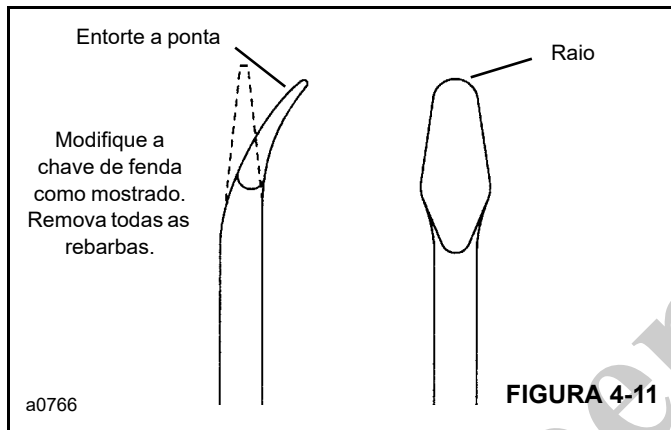
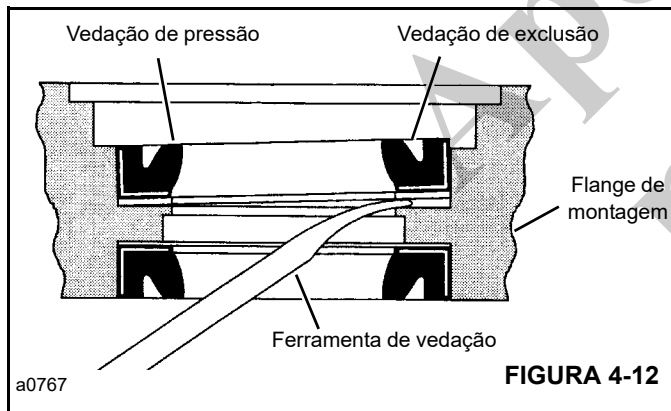

FIGURA 4-11
FIGURA 4-12
14. A vedação de exclusão (2), o anel de encosto (4), a vedação de pressão do eixo (5) e a vedação (6) saem com o flange (3). Use a ferramenta de remoção de vedação para remover as vedações de exclusão e de pressão (Figura 4-11 e Figura 4-12).